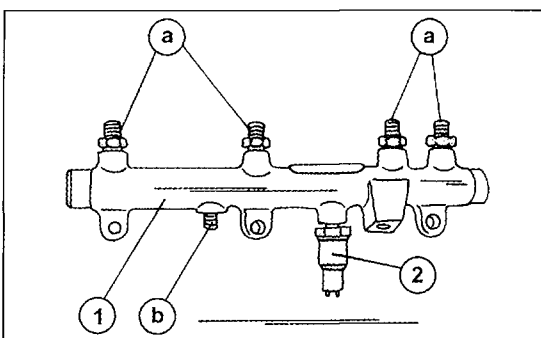

Bild 177
- Die Hochdruckpumpe (1) ist mit einem so genannten Deaktivator (2) für den dritten Kolben der Pumpe versehen.
- Ein Hochdruck-Kraftstoffdruckregler (3) ist an der gezeigten Stelle montiert, und reguliert, wie der Name besagt, den Druck in der Pumpe und im verbleibenden System.
- Der Leitungsanschluss (a) ist der Kraftstoffauslass von der Pumpe zum „Common-Rail“-Kraftstoffverteiler in Bild 177. Übermäßig geförderter Kraftstoff geht über den Anschluss (b) wieder zum Kraftstofftank zurück, wird aber vorher im Kraftstoffkühler abgekühlt. Der Kraftstoff gelangt über den Anschluss (c) in die Hochdruckpumpe. Zu beachten ist, dass der an der Pumpe eingeschraubte Anschluss der Leitung a) nicht ausgeschraubt werden darf, da andernfalls Störungen in der Pumpe auftreten können.